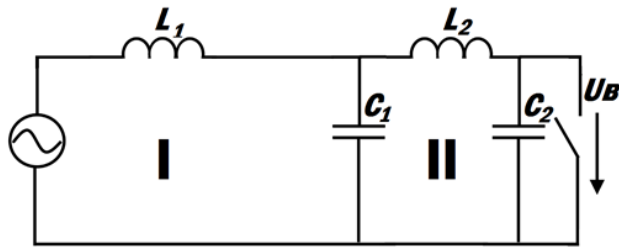

Figure 4 Двухчастотный контур
2.1. Рассчитать зависимость $U_{\text{в}} = f(t)$ для схемы на рис. 4 методом автономных контуров для $t = (160, 350, 650)$ мкс, приняв $L_1 = 0,056$ Гн, $L_2 = 0,028$ Гн, $C_1 = 0,5$ мкФ, $C_2 = 18200$ пФ, $R_1 = 1,4$ Ом, $R_2 = 2,3$ Ом. Определить угол сдвига фаз между током и напряжением.